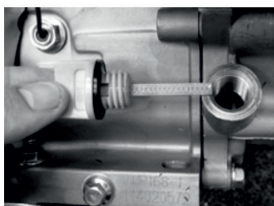

Рис. 14
2. Выкрутите пробку маслозаливной горловины (Рис. 14);